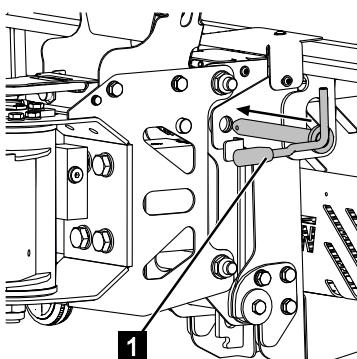

Abb. 157
3. Verriegelungsbolzen (Abb.157/1) einsetzen.